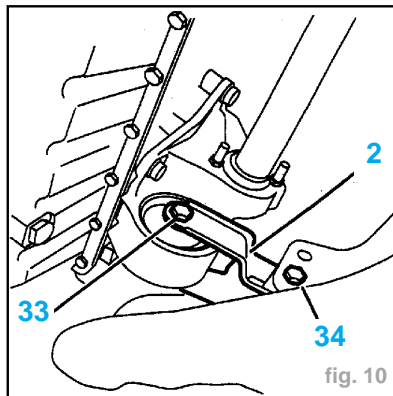
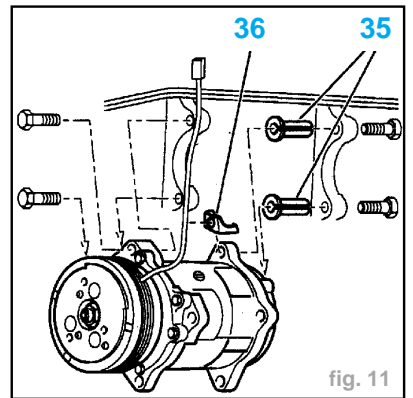

fig. 10
fig. 11
- Reposer la biellette anticouple (2) (fig. 10)
- la vis (33) à 4.5 m.daN
- la vis (34) à 8.25 m.daN
- Vérifier la présence des deux entretoises (35) (fig. 11)
- Reposer le compresseur en respectant les empilages des pièces (voir fig. 11)